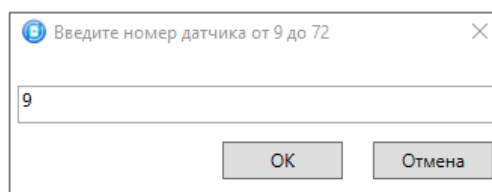

Рисунок 4.37 — Ввод номера радиоустройства
2. В открывшемся окне укажите номер радиоустройства из числа еще не занятых в нумерации ШС, ШС СКП и радиоустройств (в указанном диапазоне) и нажмите кнопку *ОК* (см. рисунок 4.37).